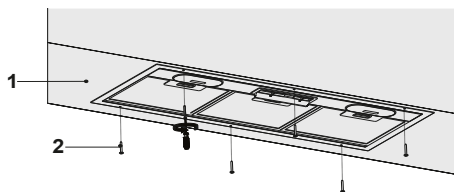

Figura 5
- Așezați hota în dulapul de bucătărie și atașați hota de cele 6 orificii de montare efectuate înainte (Figura 5)